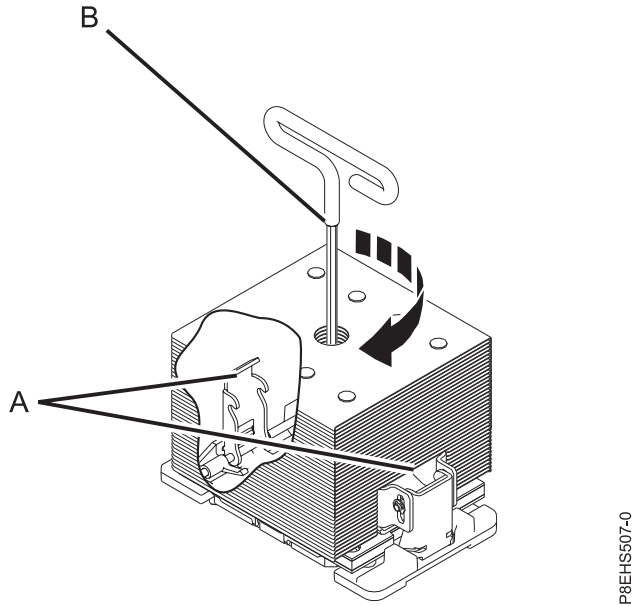

Figura 140. Cómo apretar el tornillo de carga del centro en el disipador térmico
- a. Asegúrese de que los brazos de presión del dissipador térmico estén encajados tal como muestra **(A)** de Figura 140 en la página 123.
- b. Apriete el tornillo de carga central en el sentido de las agujas del reloj utilizando la llave hexagonal suministrada, tal como muestra **(B)** en Figura 140 en la página 123 hasta que alcance un tope firme. Si el dissipador térmico se mueve visiblemente, los brazos de presión no estarán encajados. Desatornille el tornillo de carga central y vuelva a repetir este paso.